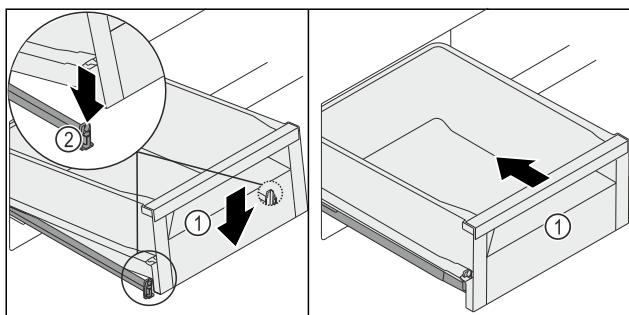

Fig. 127
- Опустіть висувний ящик Fig. 127 (1) спереду так, щоб він увійшов у затискач Fig. 127 (2) ліворуч і праворуч.
- Висувний ящик Fig. 127 (1) чутно зафіксується з характерним звуком.
- Всуньте висувний ящик Fig. 127 (1).